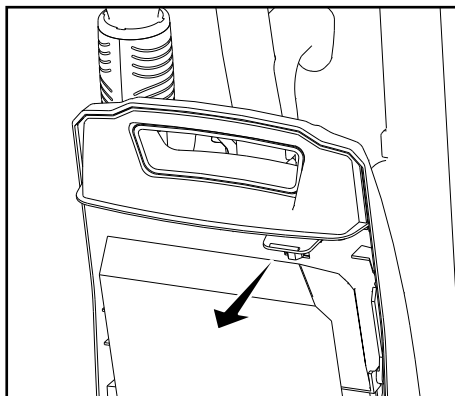
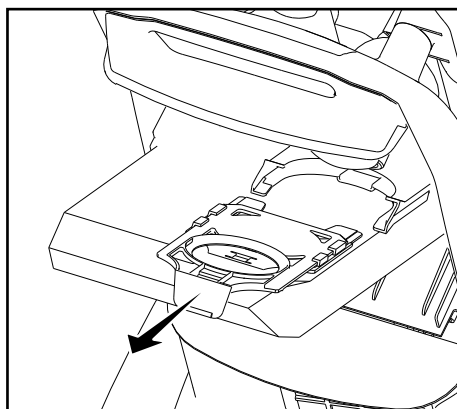

Fig. 1
Fig. 2
- Para quitar la bolsa de aspiradora usada, tire de la pestaña roja del collarín de la bolsa de aspiradora (Fig. 1). Deslice la bolsa usada fuera del soporte de la bolsa que sella automáticamente la bolsa (Fig. 2). Deseche la bolsa usada.